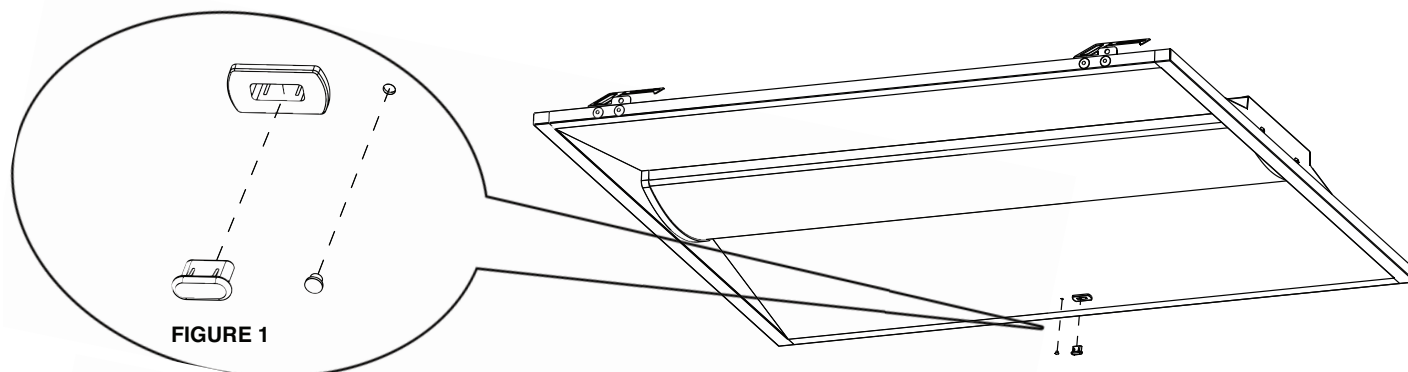

FIGURE 1
1. Enlever les bouchons en silicone du réceptacle USB-C et de l'orifice pour vis (voir **Fig. 1**).